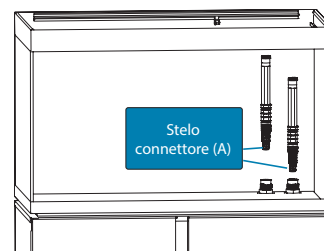

Fig. 2
2. Inserire completamente lo stelo connettore (A) attraverso l'apertura (O) fino all'arresto (Fig. 2).
2. Inserire completamente il secondo stelo connettore (A) attraverso l'apertura (I) fino all'arresto (Fig. 2).